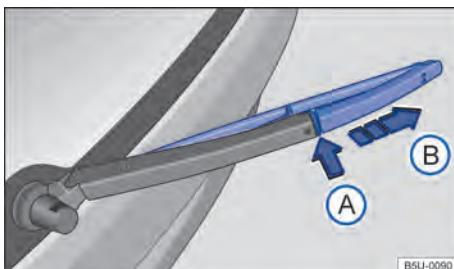

Fig. 164 Substituir a palheta do limpador do vídeo traseiro.
- Manter o botão de destravamento → **Fig. 164**